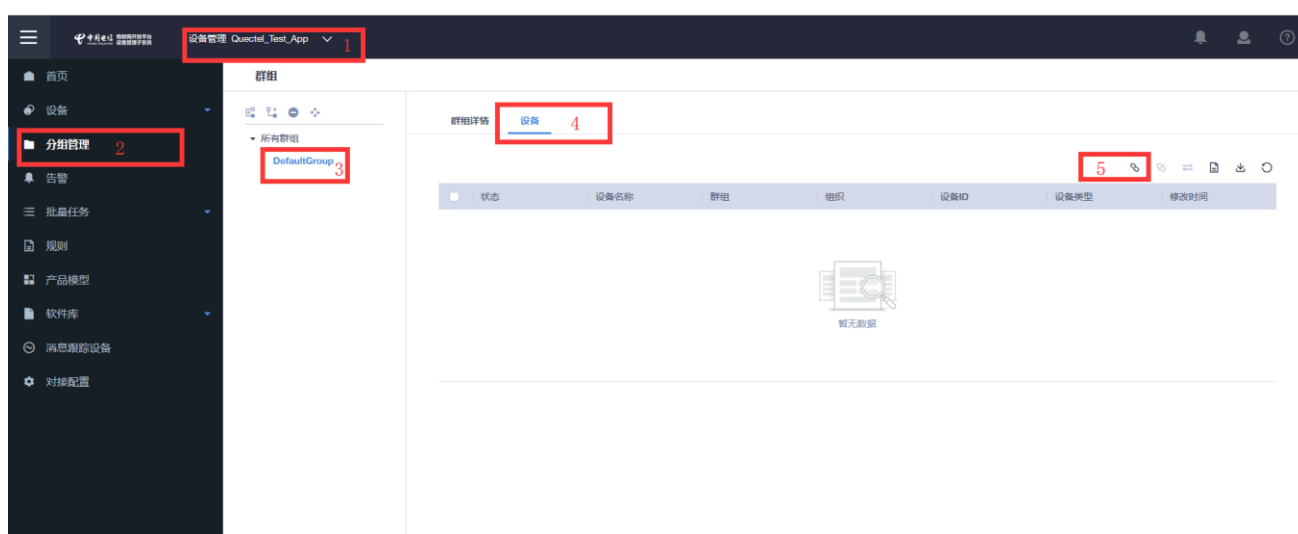

图 11：群组路径 1
1. 添加设备到默认群组，在 设备管理→产品→分组管理→默认群组→设备→绑定设备→选择设备→绑定。如图 9、图 10、图 11 所示。